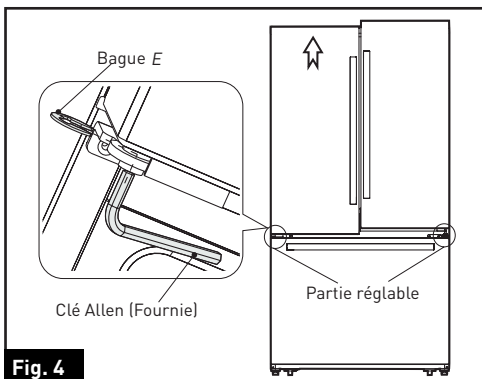

Fig. 4
- Avant d'ajuster les portes, assurez-vous que le réfrigérateur est de niveau. Veuillez consulter la section précédente sur « Nivellement de l'appareil ». Si le haut des portes est inégal, insérez la clé hexagonale dans l'axe de la charnière et tournez-la dans le sens horaire pour relever la porte ou dans le sens antihoraire pour insérer la bague E dans la fente. (Fig. 4)